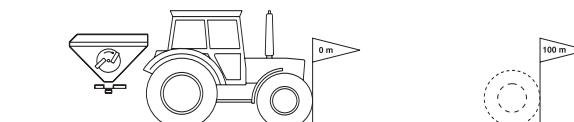

Fig. 26
- Mål en strækning på nøjagtigt 100 m på marken. Strækningens start- og slutpunkt markeres (Fig. 26).